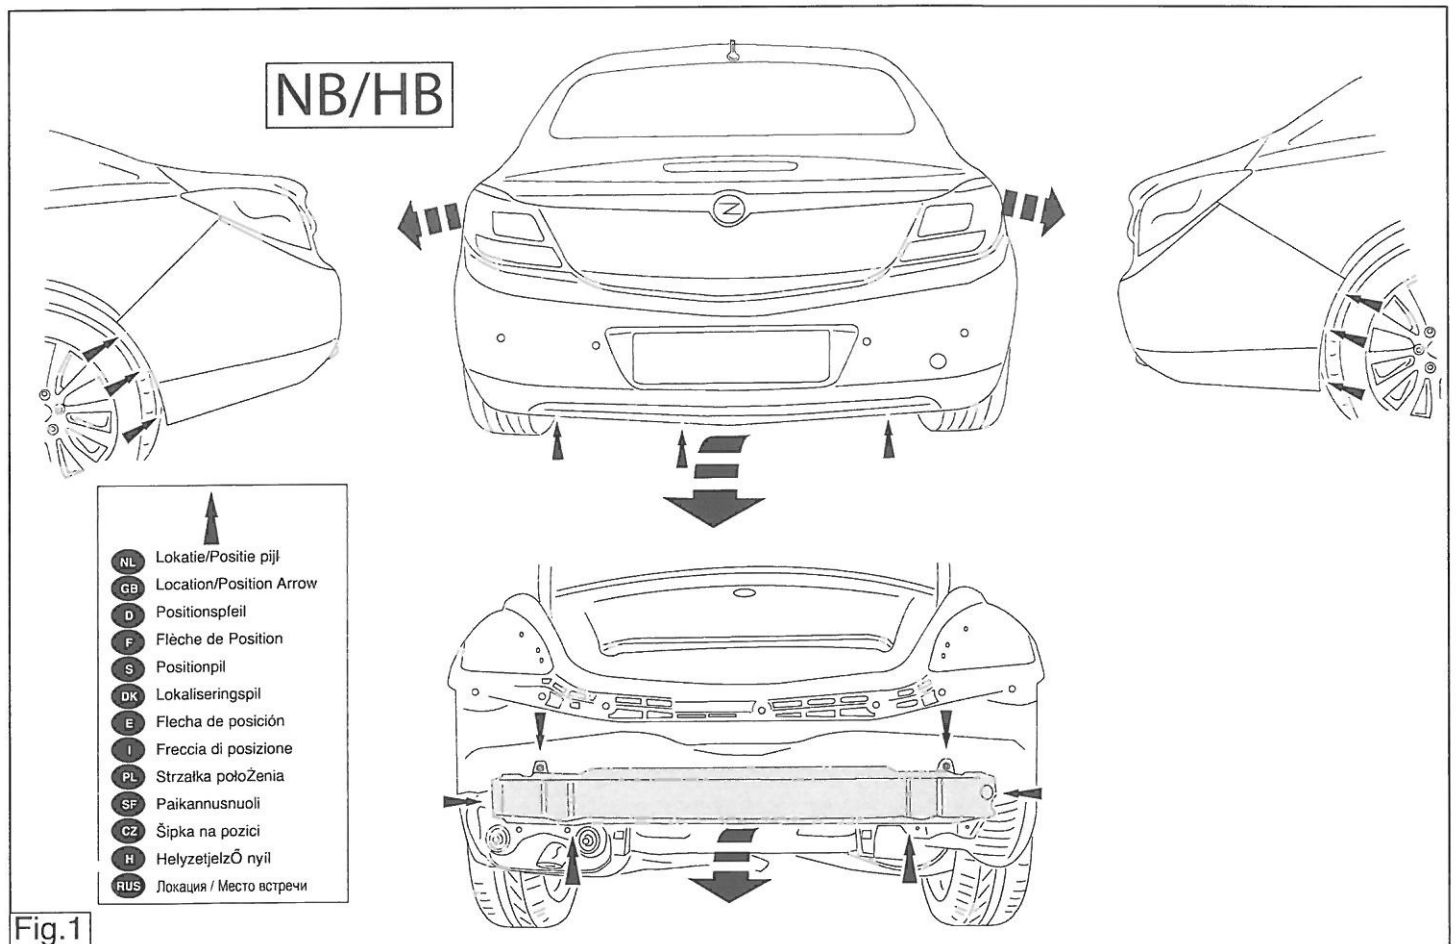

Fig.1
2. Remove the bumper and the steel buffer beam from the vehicle. The buffer beam will no longer be needed. See figure 1 + 1a.
2. Die Stoßstange einschließlich des stählernen Stoßbalkens vom Fahrzeug abmontieren. Der Stoßbalken wird nicht mehr benötigt. Siehe Abbildung 1 + 1a.
2. Déposer le pare-chocs du véhicule y compris la traverse en acier la traverse ne sera plus utilisée. Voir la figure 1 + 1a.
2. Снять бампер вместе со стальным буферным брусом автомобиля буферный брус больше не понадобится. См. рисунок 1 + 1a.
2. Demonter kofangeren, inklusive køretøjets stålstødbjælke. Denne bliver overflødig. Se fig. 1 + 1a.